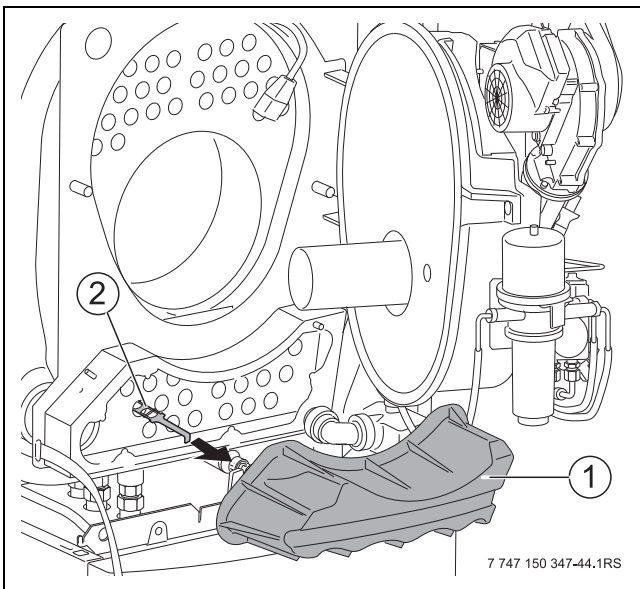

Fig. 76 Retirer les turbulateurs
- ▶ Retirer le piège à son (→ fig. 76, [1]).
- ▶ Retirer et nettoyer les turbulateurs (→ fig. 76, [2]).